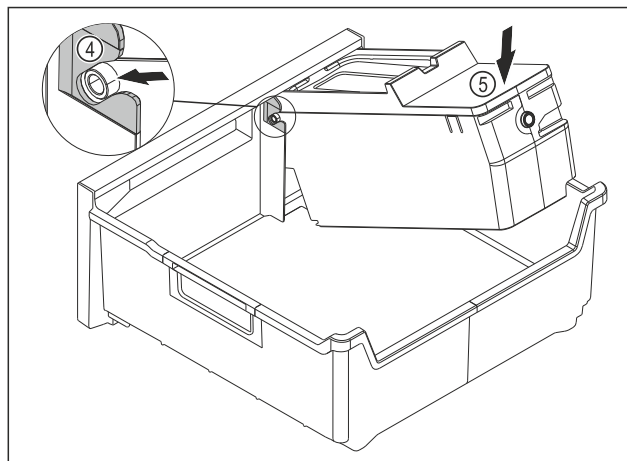

Fig. 115
- ▶ Montering af EasyTwist-Ice-legemet: Skub EasyTwist-Ice-legemets akser ind i føringerne Fig. 115 (4).
- ▶ Tryk EasyTwist-Ice-legemet Fig. 115 (5) ned bagtil.